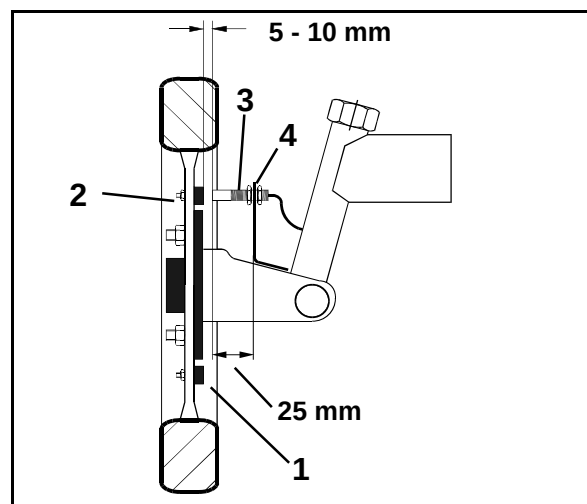

Fig. 176
4. Montez le capteur (Fig. 176/3) avec un support universel (Fig. 176/4) sur la fusée de la roue avant du tracteur, derrière l'essieu, vu dans le sens d'avancement du tracteur.